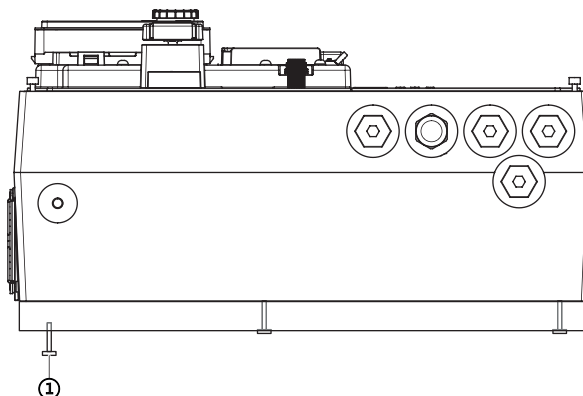

Fig. 116: Soltar a placa de adaptação
6. Soltar os parafusos da placa de adaptação na parte inferior do módulo eletrónico (Fig. 116, pos 1).